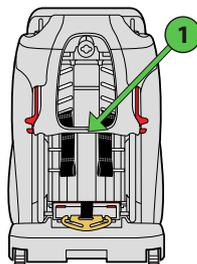

Figure 106
Acheminez les sangles du harnais sous la couverture du dossier du siège (1), tel qu'illustré dans la **Figure 106**.